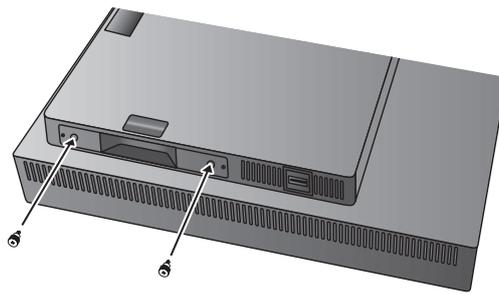

Figura G.1
2. Coloque los tornillos de mariposa suministrados en los orificios de la unidad de interfaz DisplayPort's (**figura G.1**).